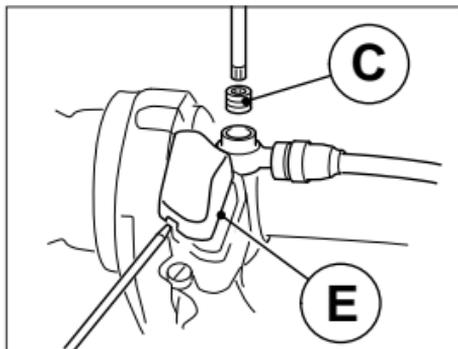

Fig. 10
- Tramite un ciacciavite, posizionato nelle apposite fessure, rimuovere il coperchio E (Fig. 10).
- Svitare il grano C (Fig. 10) e rimuovere l'OR dalla testa della vite del raccordo a occhio, ponendo particolare attenzione alla guarnizione OR di piccole dimensioni.